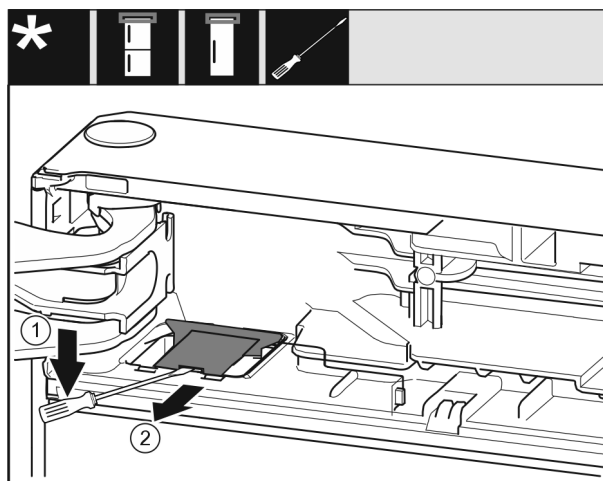

Fig. 11
- Используя шлицевую отвертку, отцепите крышку Fig. 11 (1).
- Извлеките крышку Fig. 11 (2).